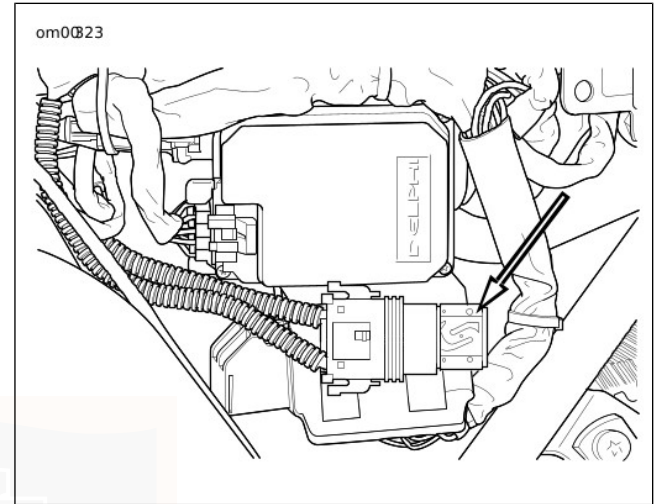

Abbildung 54. Baugruppe Maxi-Sicherung
Siehe Abbildung 54. Zum Abnehmen der seitlichen Verkleidungsteile zwecks Wartung der elektrischen Anlage wird kein Werkzeug benötigt. Die Verkleidungsteile können einfach abgezogen werden. Die mit Widerhaken versehenen Stifte an der Seitenverkleidung auf die Aufnahmeöffnungen im Rahmen ausrichten und das Seitenteil andrücken.
3. Siehe Abbildung 54. Die Maxi-Sicherung aus dem Halter ziehen.
1. Siehe Abbildung 54. Die Maxi-Sicherung in den Halter einsetzen.